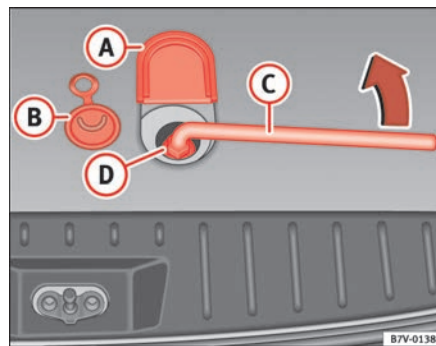

Fig. 152 Extracción de la rueda de repuesto
1. Levante hacia delante la tapita (A) ⇒ fig. 152 que se encuentra en el piso del maletero, junto al cierre del portón trasero.
2. Tire de la anilla de la junta de goma (B) hacia arriba.
3. Saque la llave de rueda (C) de las herramientas de a bordo.
4. Encaje la llave de rueda en el tornillo, hasta el tope, y manténgala en dicha posición. Presione a su vez el anillo de seguridad (D) hacia abajo ⇒ ⚠.
5. Gire la llave de rueda (C) varias veces hacia la izquierda, hasta que pueda colocar la rueda de repuesto, que cuelga de un cable, de forma vertical detrás del vehículo.
4. Saque la llave de rueda ⇒ página 248, fig. 152 (C) y gire el tornillo del piso del maletero varias veces a la derecha, hasta que la rueda defectuosa quede apoyada firmemente contra el lado inferior del piso del maletero ⇒ ⚠ en “Extracción de la rueda de repuesto”, página 248.
5. Cierre el orificio con la junta de goma ⇒ página 248, fig. 152 (B) y baje la tapa (A).